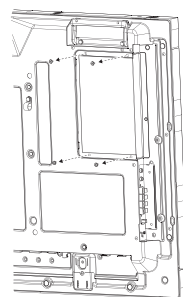

Figura 1
- Rimuovere la copertura dello slot svitando le viti (**Figura 1**).